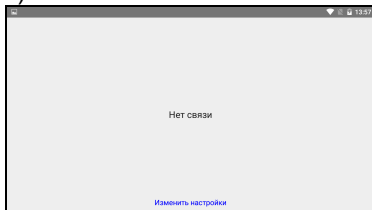

Рисунок 1
- при первом запуске на экране приложения появится надпись "Нет связи" (рисунок 1)